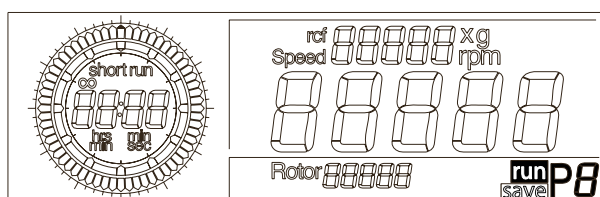

Fig. 5.16: Rappel d'un programme, ici programme N° 8
- Tournez le bouton rotatif gauche jusqu'à ce que « run » (marche) soit affiché (Fig. 5.16).